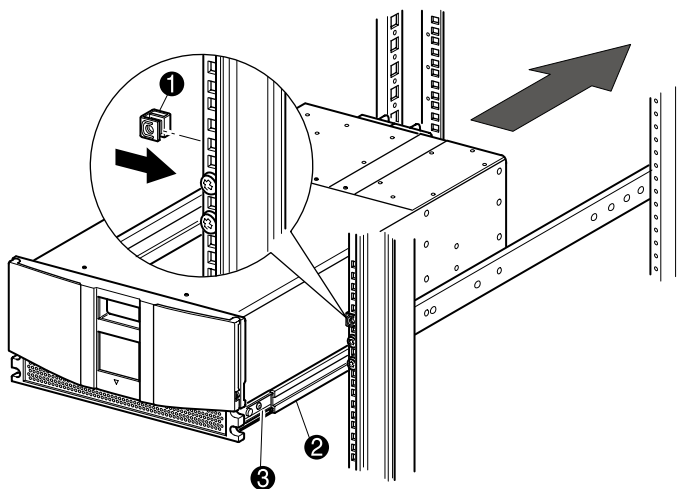

図2-4: ライブラリの取り付け(図ではMSL5026を示しています)
3. 2個のスライドオン ケージナット①を取り付けます。このとき、ラックの正面側の各垂直レールにあるレール ブラケット ネジの上に、2つのラック ユニットの位置を合わせます(図2-4を参照)。
5. ライブラリの内側のスライドレール①を、引き出した中間スライドレール②の中に、慎重に挿入します(図2-4を参照)。